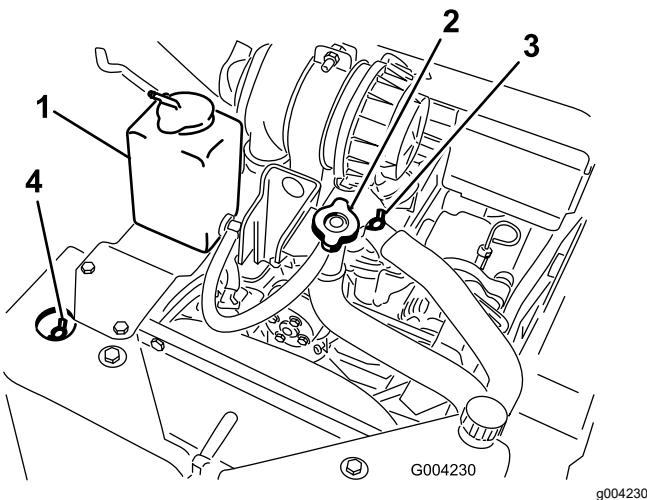

Figura 51
- A. Rimuovete il tappo di riempimento del refrigerante (Figura 51).
- B. Aprite le valvole di spurgo del refrigerante anteriore e superiore (Figura 51).
- C. Versate il refrigerante nel collo del bocchettone del refrigerante fino a quando il refrigerante non inizia a fuoriuscire dalla valvola di spurgo anteriore (Figura 51).
- D. Chiudete la valvola di spurgo del refrigerante anteriore (Figura 51).
- E. Versate il refrigerante nel collo del bocchettone del refrigerante fino a quando il refrigerante non inizia a fuoriuscire dalla valvola di spurgo superiore (Figura 51).
- F. Chiudete la valvola di spurgo del refrigerante superiore (Figura 51).
- G. Versate il refrigerante nel collo del bocchettone finché non vedrete salire il livello del refrigerante nel collo del bocchettone (Figura 51).
- H. Montate il tappo di riempimento del refrigerante (Figura 51).
- I. Aggiungete il refrigerante nel serbatoio di espansione finché non raggiunge il segno di pieno sul lato del serbatoio (Figura 51).